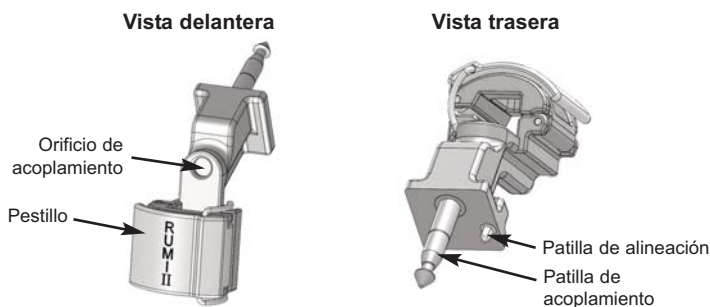

Figura 1. Adaptador RUMI® II
2. Inserte la patilla de Acoplamiento del adaptador (figura 1) en el orificio de acoplamiento del brazo del UPS hasta que quede firmemente asentada. Utilice la patilla de alineación para orientar correctamente el adaptador.